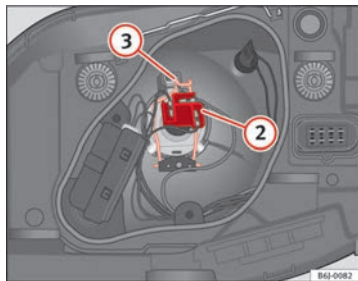

Abb. 146 Ablend- / Fernlicht bei Einfachscheinwerfer
- Ziehen Sie den Stecker ⇒ Abb. 146 ② von der Lampe ab.
- Nehmen Sie die Haltefeder ⇒ Abb. 146 ③ durch Eindrücken und Rechtsdrehung ab.